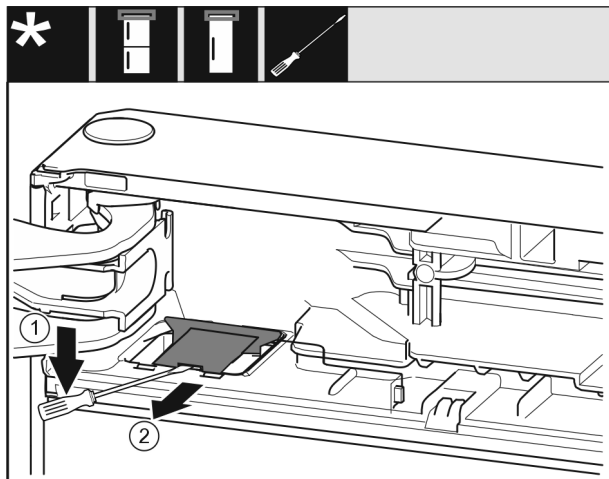

Fig. 10
- Nxirrni nga foleja kapakun mbulues me një kaçavidë dhe ngrijeni lart. Fig. 10 (1)
- Nxirrni jashtë kapakun mbulues. Fig. 10 (2)